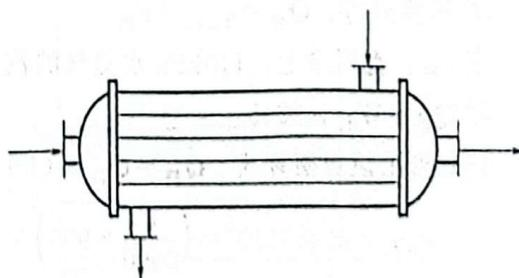

图 4-21 热量计算示意图的画法
(1) 弄清题意 明确衡算的目的要求，有哪些已知条件，根据冷、热流体有无相变，确定采用哪种方法计算 Q 值。
(2) 画示意图 把所有数据都标在图上，用箭头表示流体进、出方向，哪些数据属于进方或出方，见图 4-21。
(3) 确定基准 先确定进方(热流体一方)或出方(冷流体一方)，再将要加热到的某一温度作为基准，计算达到此温度所需的热量。
(4) 做计算准备 为热量衡算做好一切准备，将衡算式中所必需的每个数据逐个计算出来(有的要查表，有的要推算)，使衡算式中有足够的已知数。